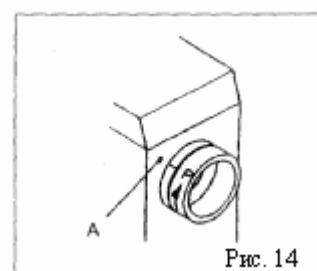

Рис. 14
2. Деления, нанесенные по периметру маховика, соответствуют длине стежка в миллиметрах. (Рис. 14).